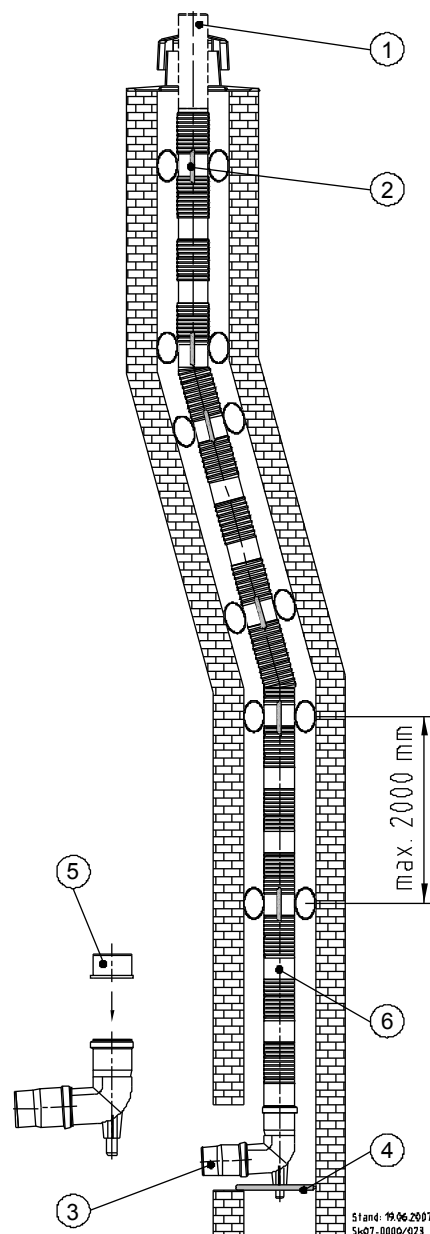

Abb. 88: Kaminsystem, flexibel
Nachfolgende Beschreibungen beziehen sich auf Abb. 88:
Legende zu Abb. 88:
Als erstes wird das Unterteil (13) über das Leitungsende (1) (s. Abb. 88) geschoben und mit seiner Flanschfläche mittels beiliegendem Befestigungssatz auf der Schachtmündung festgeschraubt. Je nach Oberfläche der Schornsteinmündung ist ein geeignetes Abdichtmittel zu verwenden. Die Flexrohrklemme (14) wird aufgespreizt und über das Leitungsende bis zum Unterteil (13) geschoben. Die Flexrohrklemme (14) fasst in eine Ringnut an der Oberkante des Ober- teiles und verhindert so das Abrutschen der Abgasleitung in den Schacht. Zuletzt wird die Abdeckhaube übergestülpt und auf das Unterteil aufgedrückt. Nun die Abgasleitung mind. 4 cm oberhalb der Abdeckhaube abschneiden.